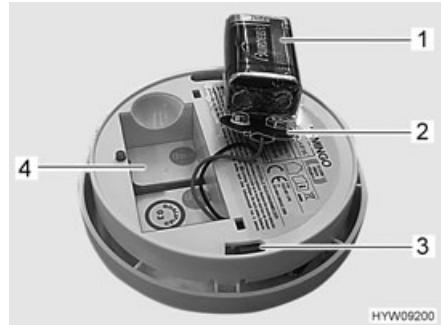
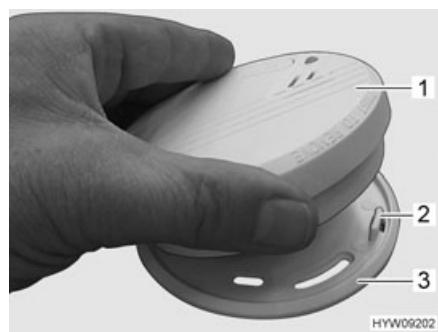

Fig. 128 Rivelatore di fumo (parte posteriore)
Fig. 129 Montaggio del rivelatore di fumo
- Estrarre la batteria e scollarla dal suo fermaglio (Fig. 128,2).
- Collegare la batteria nuova (Fig. 128,1) al suo fermaglio (Fig. 128,2), assicurandosi che i poli della batteria si innestino nel fermaglio.
- Inserire la batteria nel suo scomparto (Fig. 128,4).
- Posizionare il rivelatore di fumo (Fig. 129,1) sul supporto (Fig. 129,3). I naselli di ritegno (Fig. 129,2) devono innestarsi nelle aperture (Fig. 128,3) del rivelatore di fumo.